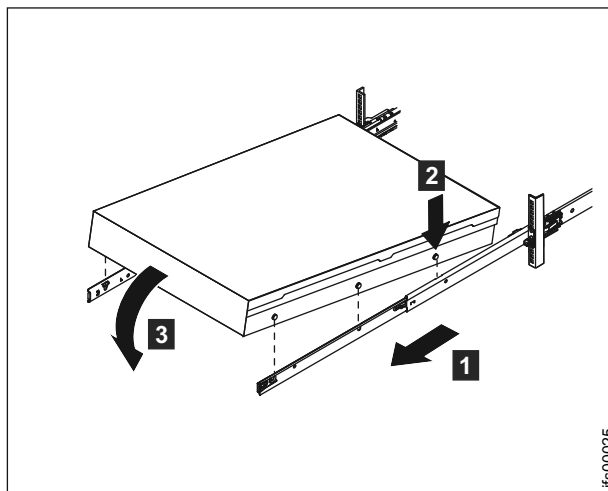

図 31. スライド・レールへのファイル・モジュールの取り付け
1. カチッという音が 2 回して所定の位置に止まるまで、スライド・レールを前方に引きます **1**。図 31 を参照してください。 ファイル・モジュールを慎重に持ち上げ、スライド・レールの上方でファイル・モジュールを傾けて位置合わせし、装置の後部のくぎ頭 **2** がスライド・レールと並ぶようにします。後部のくぎ頭が 2 つの後部スロットに滑り込むまで、ファイル・モジュールを下方にスライドさせます。次に、残りのくぎ頭がスライド・レール上の残りのスロットに滑り込むまで、ファイル・モジュールの前面をゆっくり下げます **3**。図 31 を参照してください。